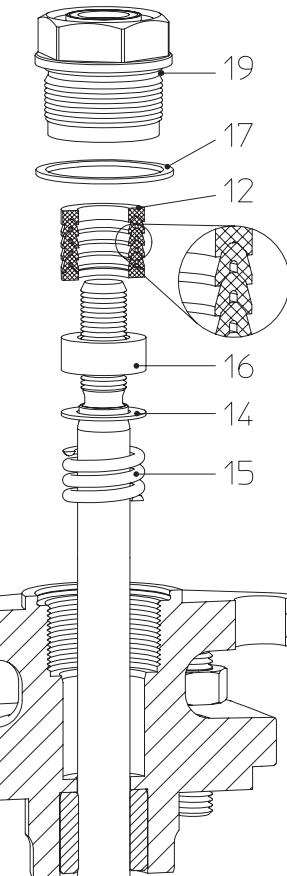
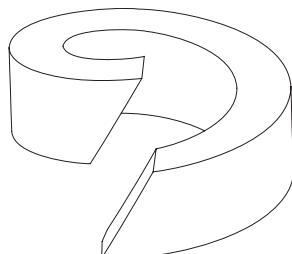

Рис. 18:
Рис. 21: разделенное уплотнительное
(см. Рис. 18).
- Установите новое уплотнительное кольцо, руководствуясь Рис. 18 - Рис. 21.
При использовании разделенных уплотнительных колец, разрез должен производиться с наклоном согласно Рис. 21